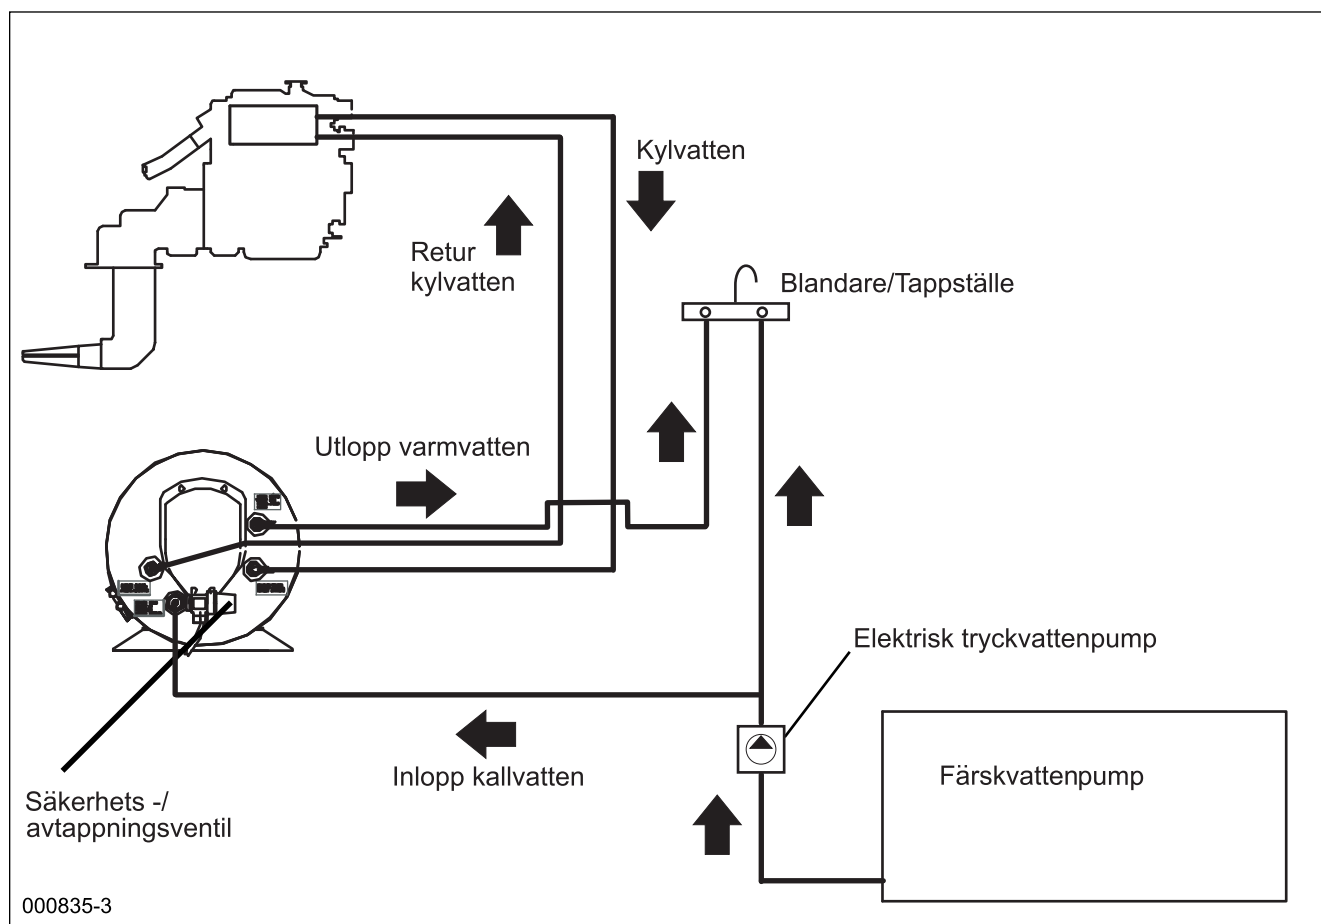

Fig. 1
Varmvattenberedaren kan monteras var som helst i båten så länge den sitter monterad så att motorvattenslingan inte hamnar över nivån på motorns expansionskärl. (Fig. 1). Det är en fördel att hålla slangarna mellan motorn och beredaren så korta som möjligt för lägsta värmeförlust och minsta strömingsmotstånd. Varmvattenberedarens värmeväxlare kan anslutas antingen parallellt eller i serie med motorns kylvattenkrets. Valet avgörs av hur motortillverkaren anger att beredaren ska anslutas.
4.3 Motoranslutningar (se anslutningsschema, fig. 1):
4.4 Anslutning färskvatten (se anslutnings-schema, fig 1):